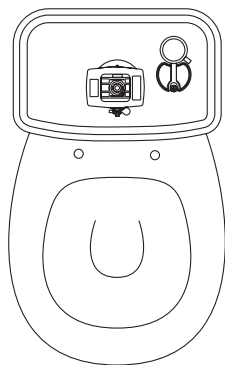
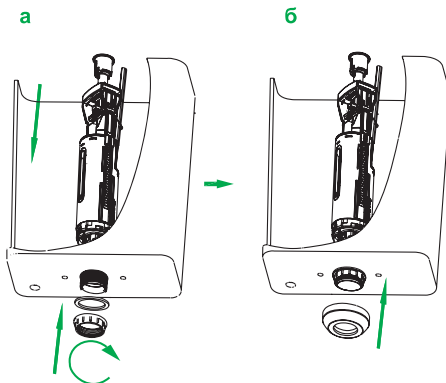

Рис. 7 / 7-сур.
Рис. 8 / 8-сур.
1. Открутите пластиковую гайку и установите клапан выпуска, как показано на рис. 8а. **Внимание: верхняя часть коромысла должна располагаться параллельно передней стенке бачка (рис. 7).**
2. Установите резиновую прокладку с наружной стороны дна бачка (рис. 8б).